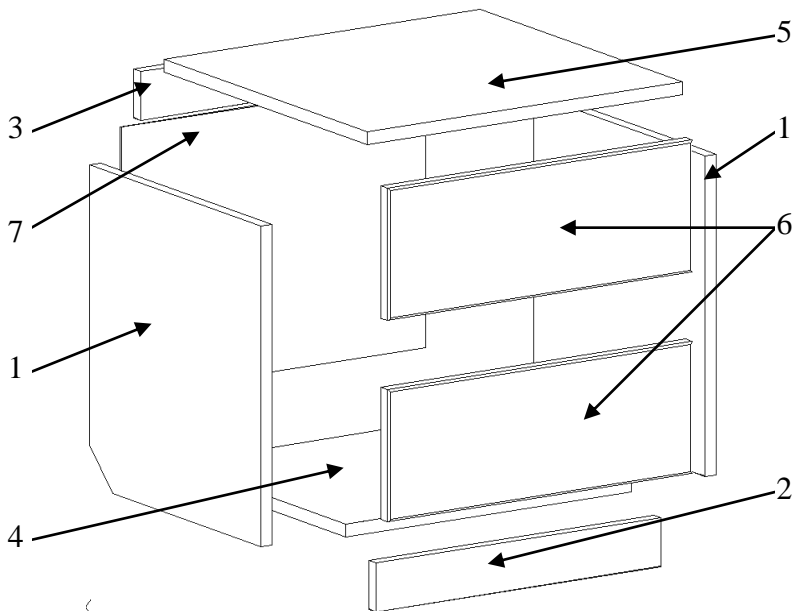

Рис.1. Сборка корпуса тумбы
1. На нижние (кромлёные) ребра левой и правой боковин (поз. 1 рис. 1) установить опоры накладные, на каждую по две штуки на расстоянии около 50 мм от краев и закрепить их шурупами 3x16 мм.
3. Соединить конфирматами по готовым отверстиям боковины с дном, планкой и цоколем (поз.3 и 4 рис.1). Планки направляющих должны приходиться внутрь.
6. В глухие отверстия меньшего диаметра на крышке (поз.9 рис.1) вкрутить штоки эксцентриков, а во внутренние отверстия на верхних ребрах боковин и стоек вставить, а при необходимости забить, до упора шканты.